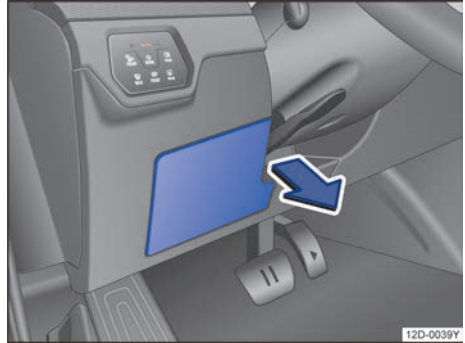

图 153 在驾驶员侧仪表板上：保险丝盒盖板
- 在→图 153 标识的箭头位置，使用手指或塑料工具（避免划伤零件外观）向箭头方向用力，将保险丝盒盖板拆下。